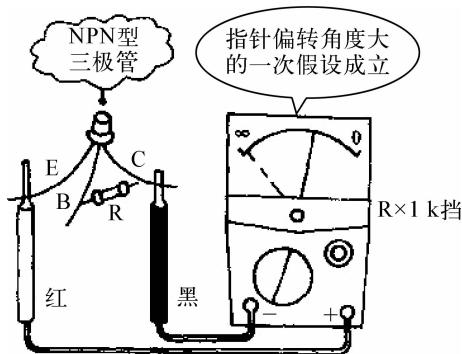

图 1-1-9 用万用表检测判别集电极与发射极
③ 步骤三：判别发射极 e 和集电极 c。以 NPN 型三极管为例，当基极确定后，假设余下的两脚中的一脚是集电极，将黑表笔接到此脚上，红表笔接到余下的假设发射极上，用稍潮湿的手捏在基极和假设的集电极之间（注意：b、e 极不要相碰），观察并记下此时的阻值。再把两脚作相反假设，用同样的方法测试并记下阻值。比较两次读数大小，则阻值小（指针偏转角度大）的那次黑表笔接的就是 NPN 管的集电极 c，余下的一脚便是发射极 e。判别 PNP 型三极管方法同上，但必须把上述表笔极性对调一下测试（图 1-1-9）。